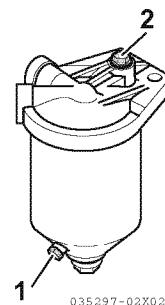

Figura 3
2. Afloje el tapón de drenaje (**Figura 3, (1)**) del separador de agua y vacíe toda el agua o suciedad acumulada en su interior. Deseche apropiadamente el agua y la suciedad recogidas.
3. Despues del vaciado, apriete el tornillo de purga de aire (**Figura 3, (2)**).